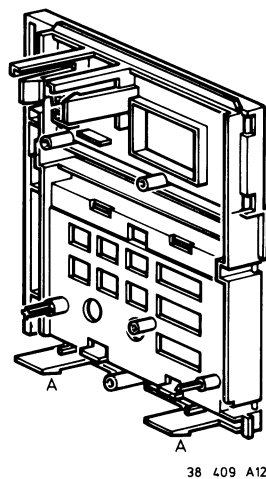

Fig. 8
3. Das Fokussierpotentiometer ist nicht verlötet und lässt sich herausnehmen, nachdem die Befestigungslaschen A entriegelt worden sind (siehe Bild 8).